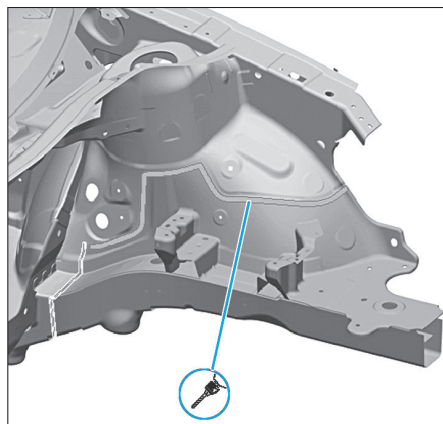

FIG. 25
- Meuler et fraiser les soudures supérieures du longeron avant (Fig.25).